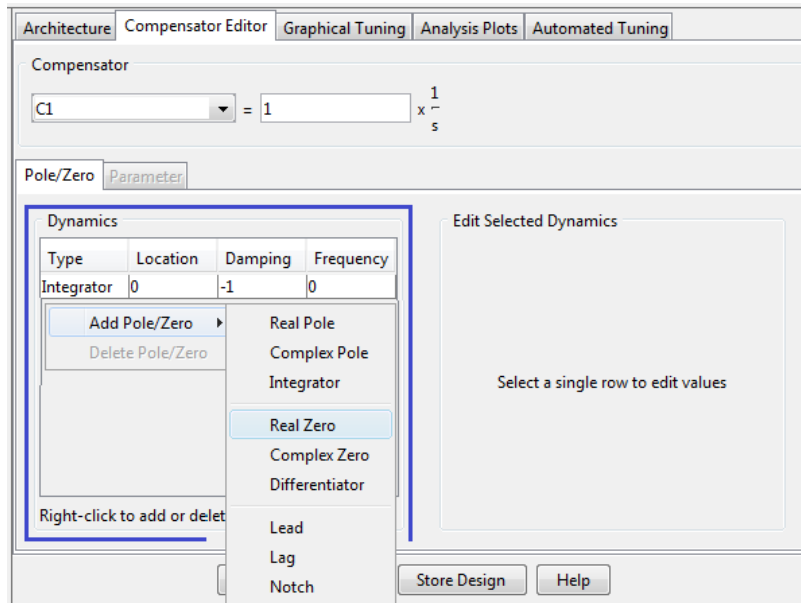

Figura 89. Inserción cero real Posición y Velocidad.
- Inserte un Cero Real en el sistema haciendo click derecho sobre recuadro *Dynamics* de color azul de la Figura 89, escoger Add-Pole/Zero y luego en Real Zero.